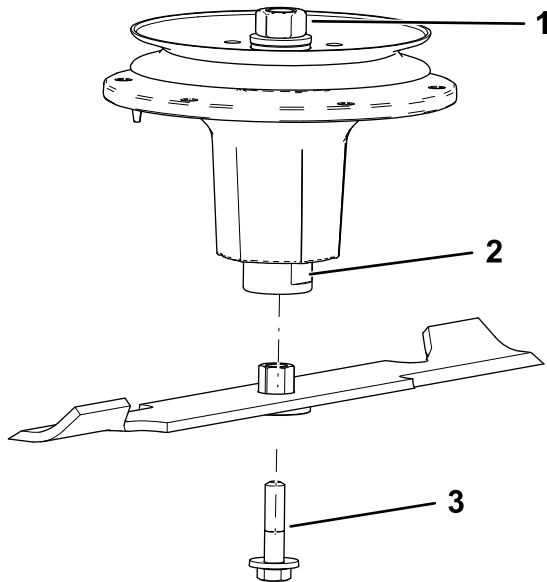

図 9
2. スピンドルシャフトにブッシュ・ブレードアセンブリを取り付ける 図 9。